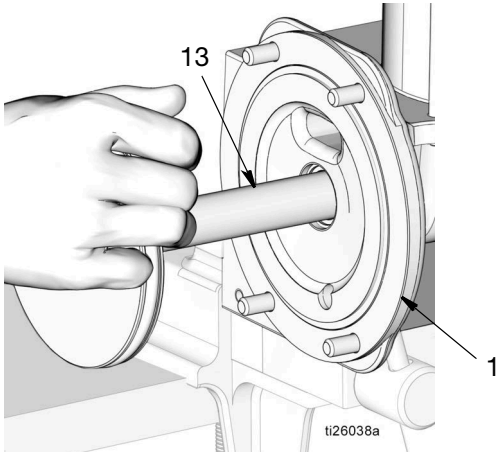

FIG. 50
- f. Aplique una capa fina de grasa por toda la longitud el vástago del pistón (13). Presione suavemente el vástago del pistón en la base de la bomba (1) con un movimiento de presión y giro para ir introduciendo el vástago por las juntas y los espaciadores previamente montados (FIG. 50).